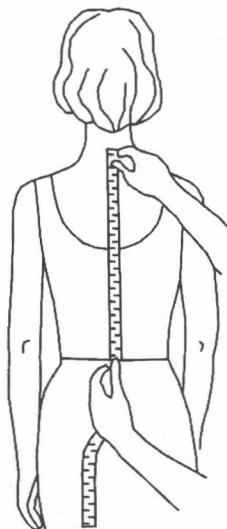

图 1-14 人体背长测量
(12) 背长 从后颈点到腰带之间的长度，皮尺要松紧适度，如图 1-14 所示。